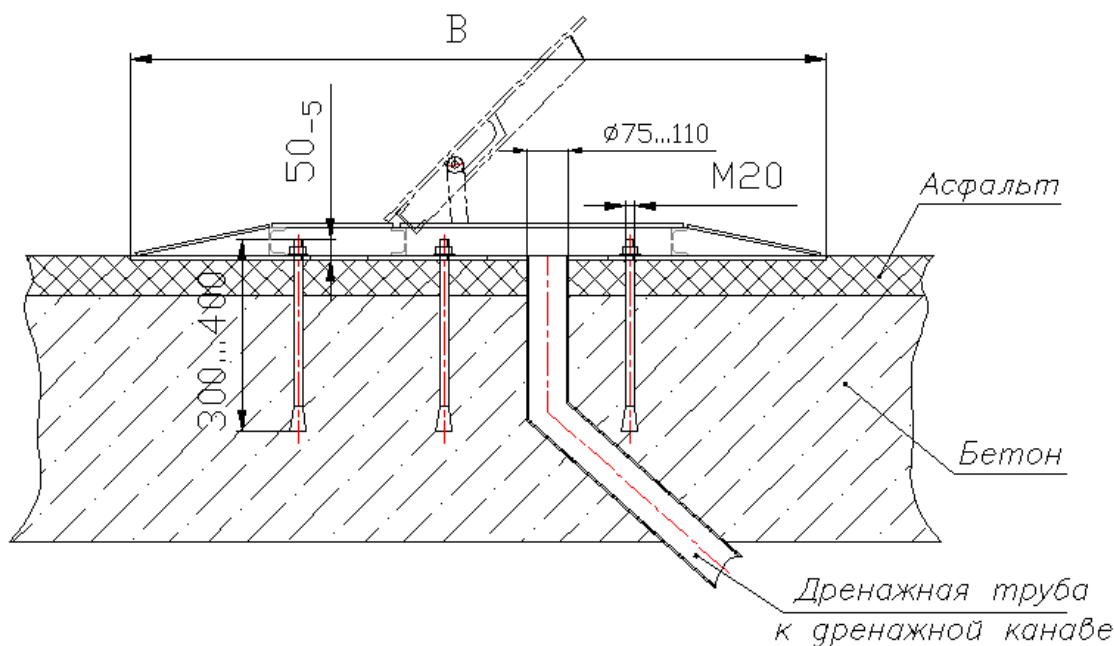

Рисунок 1.
- на месте установки ПЗП в асфальтовом покрытии дорожного полотна выравнивается площадка. Срезается часть асфальта, убираются неровности, т.е. должен быть создан ровный плоский участок желательного уровня к горизонту (**рисунок 1**).